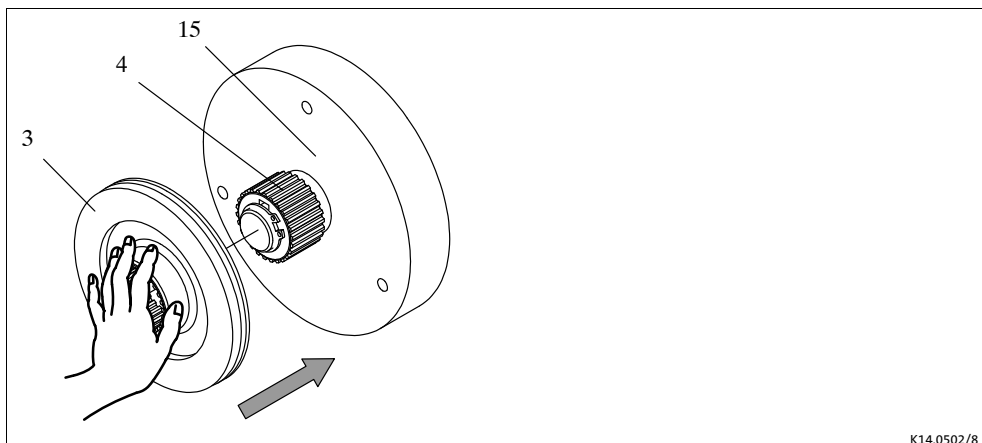

Abb. 3 Montage des Rotors
1. Rotor (3) auf die Nabe (4) schieben und prüfen, ob er von Hand verschiebbar ist (Abb. 3).